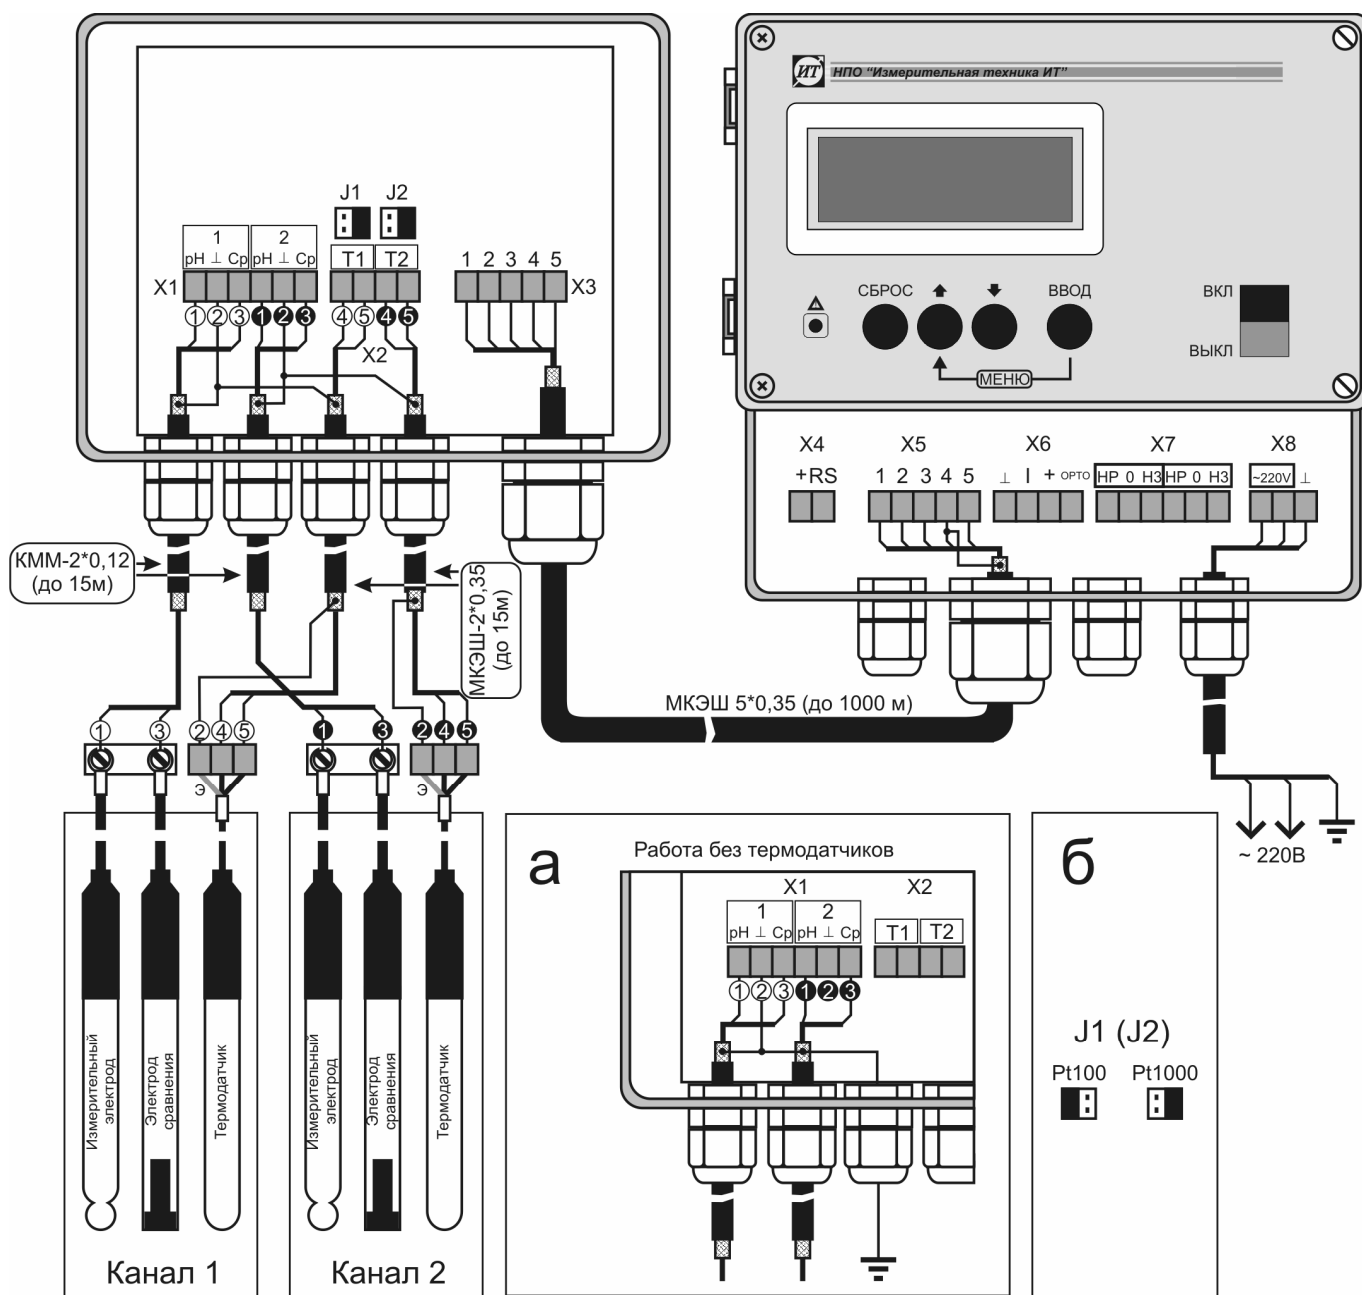

Рисунок 4
4.4.3 Установить перемычки J1 и J2 (для ИТ-2103 и ИТ-2103Ех) в положение соответствующее типу выбранных термодатчиков (см. рисунок 4б).